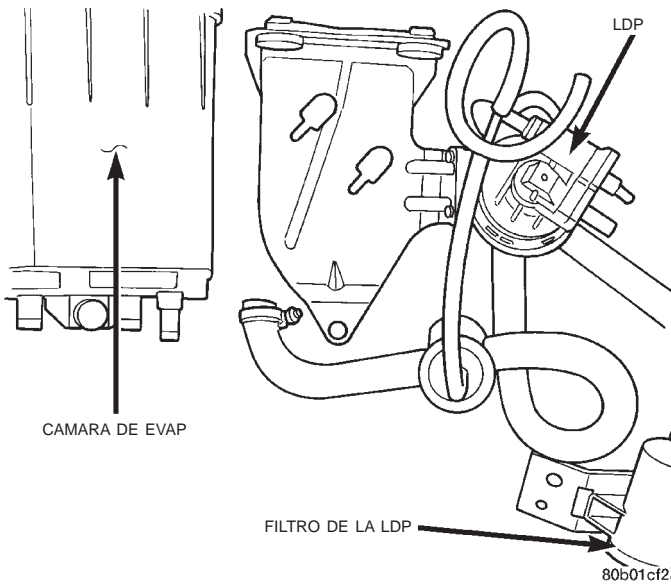

Fig. 15 LDP y cámara de EVAP
- (12) Retire el pasador a presión del soporte para la cámara de EVAP (Fig. 15).
- (13) Retire el soporte y la bomba de detección de fugas.
- (14) Retire la LDP del soporte.